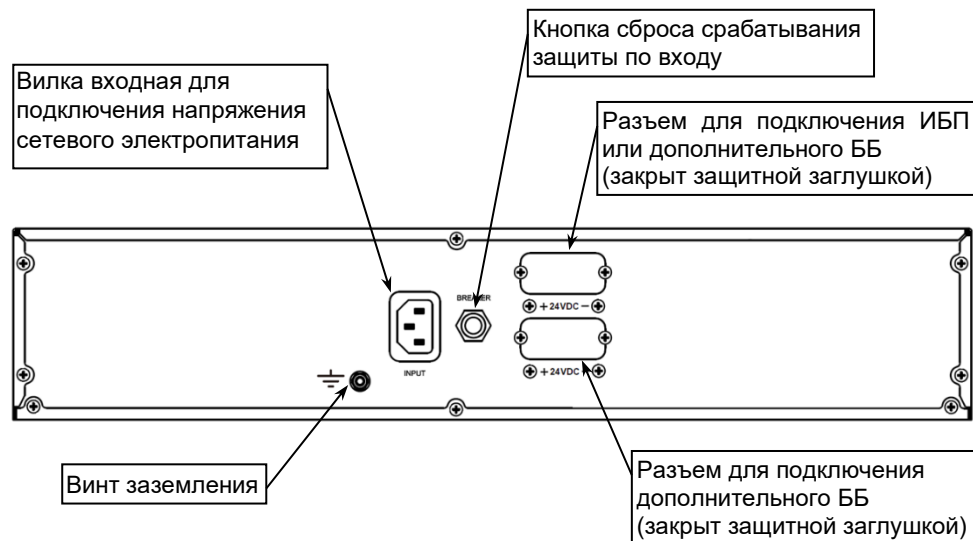

Рисунок 2 – Общий вид задней панели ББ
(срабатывание защиты происходит при превышении уровня входного тока выше допустимого), разъемы для подключения (закрыты защитными заглушками) и винт заземления (см. рисунок 2).
- разместите ББ на полке или направляющих шкафа или стойки и закрепите его на передних стойках. Соедините винт заземления ББ (см. рисунок 2) с контуром заземления шкафа или стойки перемычкой заземления (в комплект поставки не входит);
Подключите ББ к сетевому напряжению через вилку входную «INPUT» (см. рисунок 2) и кабель сетевой (входит в комплект поставки).